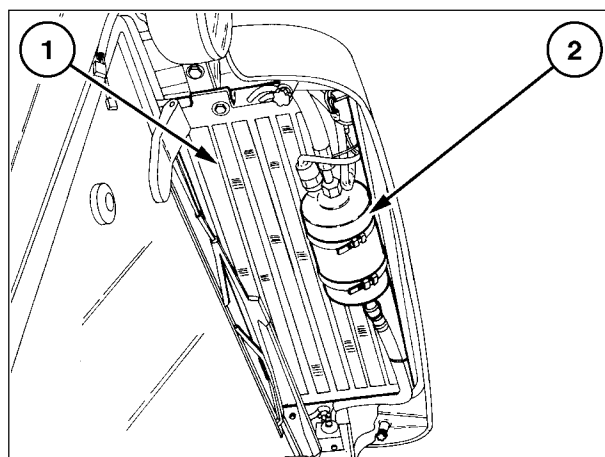

Fig.26
Condensador (1) Fig 26
Filtro desidratador (2) para o equipamento de ar condicionado da cabina Fig. 26